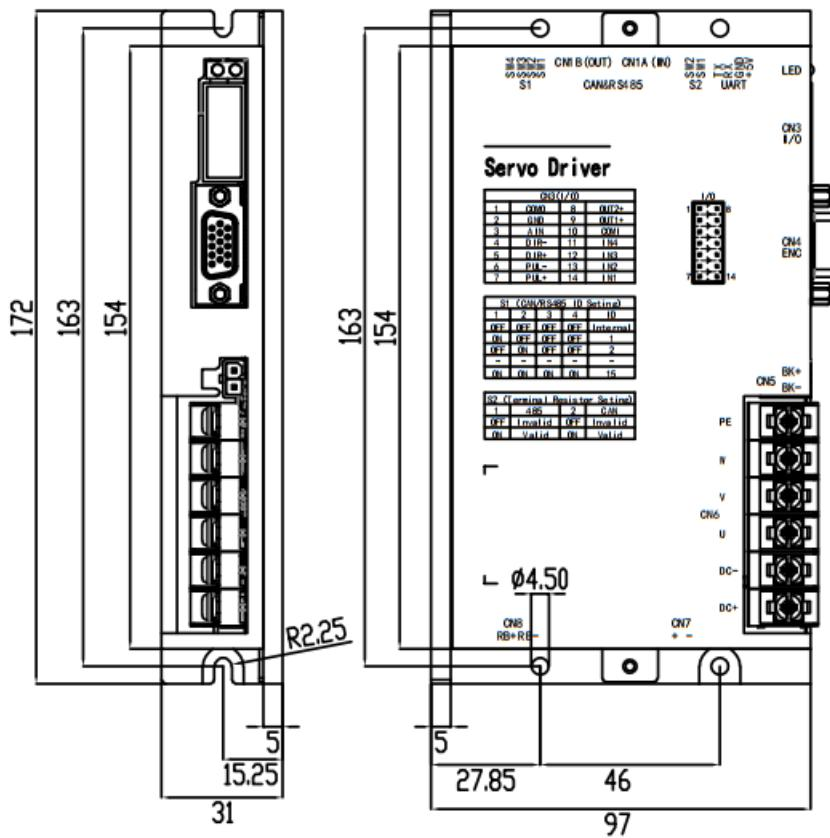

图 3-2 SVD4822RC-AA 驱动器安装尺寸
**散热：** 如果使用了发热性器件，如制动电阻，需要考虑散热问题。确保驱动器周围有足够的散热空间，不要堆积其他物体，以免影响散热效果。安装驱动器时，可以按照例图 3-2 所示距离进行安装。